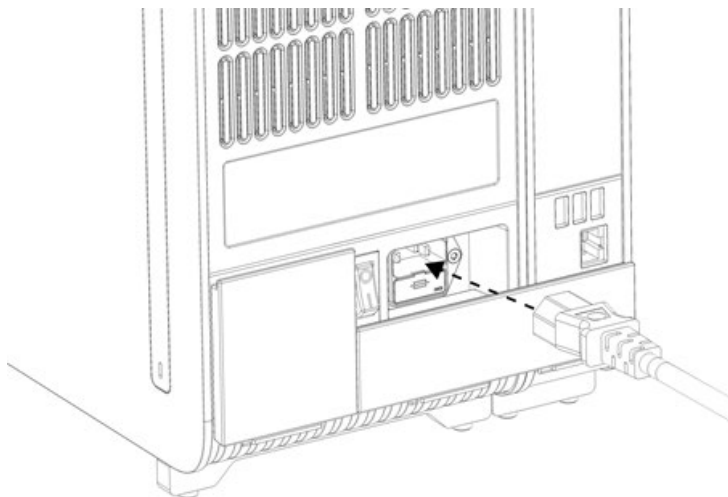

Figura 20. Conectarea cablului de alimentare.
8. Conectați cablul de alimentare livrat împreună cu QIAstat-Dx Analyzer 2.0 în partea din spate a modului analitic original (Figura 20).